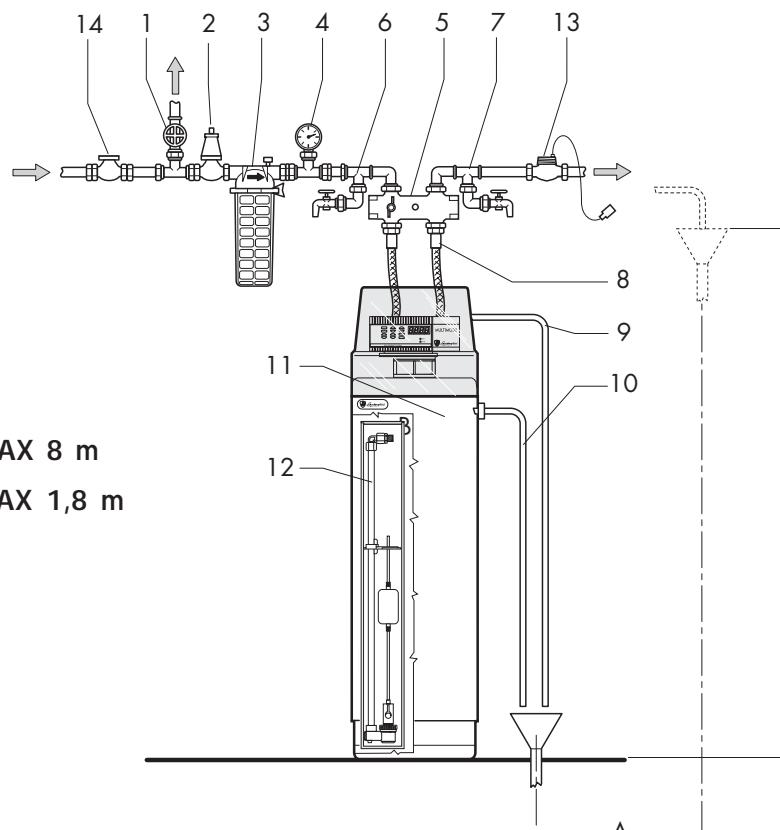

Fig. 2
- Faceti legaturile hidraulice ca in Fig. 2 pag 9, racordand intrarea apei dure si iesirea apei dedurizate asa cum indica sagetile de pe valva.
- Tubul cu palnie pentru colectarea descarcarii nu trebuie sa depaseasca o denivelare de 1,8 m de la sol. Tubul de descarcare nu poate fi mai lung de 8 m si nu trebuie sa creeze limitari de debit importante (vezi fig. 2 pag. 9).